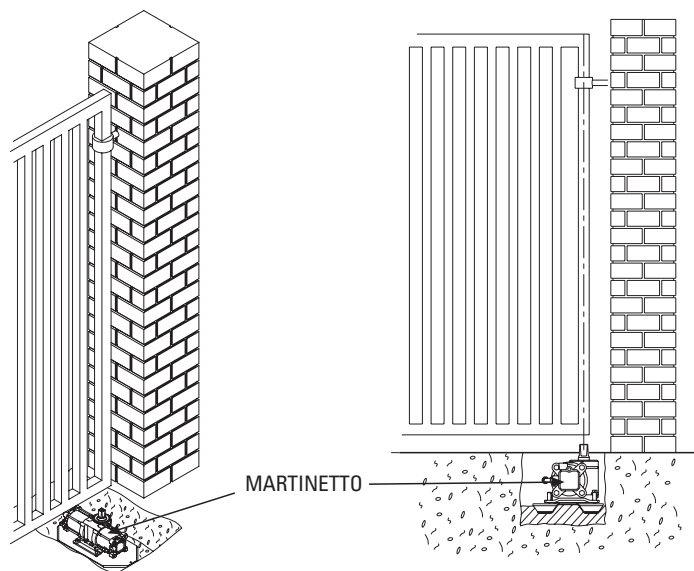

FIG. 4
- Posizionare il **Martinetto** all'interno dello scavo allineando assialmente l'albero di rotazione con la cerniera di rotazione superiore dell'anta: in questa fase dell'operazione è consigliabile l'utilizzo di uno spago con un peso agganciato ad una estremità per garantire l'allineamento, come si suol dire "a piombo" (Fig.4).